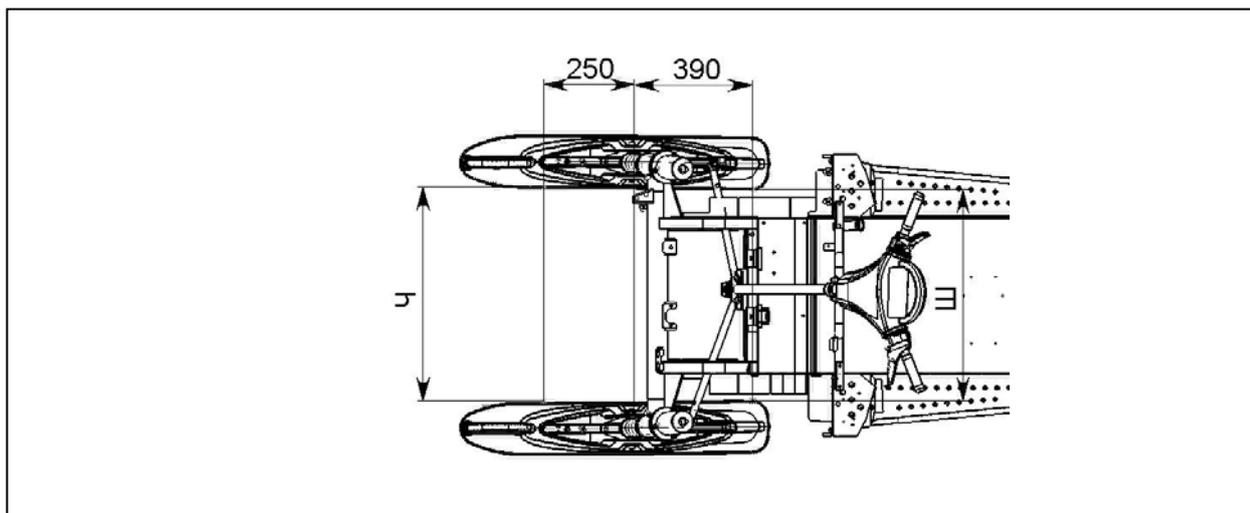

Рисунок 23 – Регулировка схождения лыж
- вращением рулевых тяг добейтесь, чтобы при положении лыж "прямо–вперед" расстояние Ч (рисунок 23) между передними концами лыж было больше на 10 мм, чем расстояние Ш между задними концами лыж (Ч-Ш=10 мм);